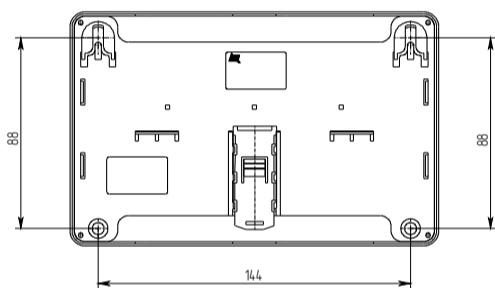

Рисунок 3
- смонтировать модуль на DIN-рейку или на стену, используя отверстия в основании (рисунок 3);
- **Р этал** – запомненное сопротивление выходной цепи акустических модулей, Ом (рисунок 3);